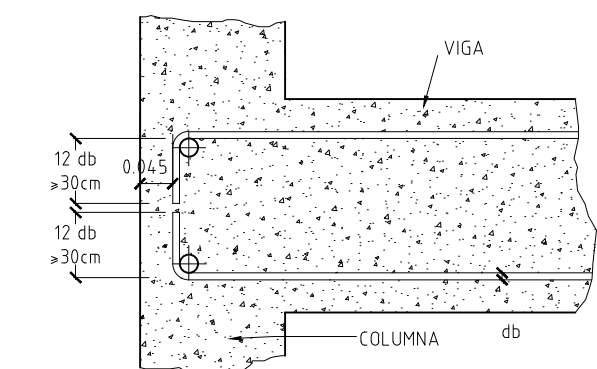

FIGURA 6
- E4.5 EL REFUERZO LONGITUDINAL DE VIGAS QUE TERMINE EN UNA COLUMNA DE BORDE O DE ESQUINA DEBE PROLONGARSE HASTA LA CARA LEJANA DEL NUCLEO DE LA COLUMNA Y TERNIMARSE CON UN GANCHO STANDARD COMO SE MUESTRA EN LA FIGURA 6.